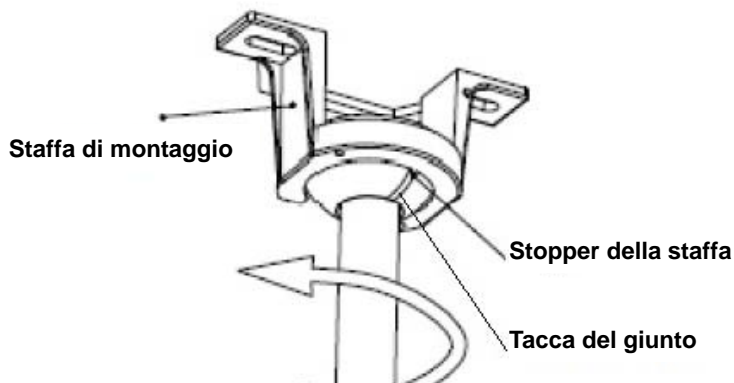

Fig. 5
- Assicurarsi che la tacca del giunto sia posizionata sullo stopper della staffa di montaggio per impedire al corpo del ventilatore di ruotare durante il funzionamento. Fig. 5